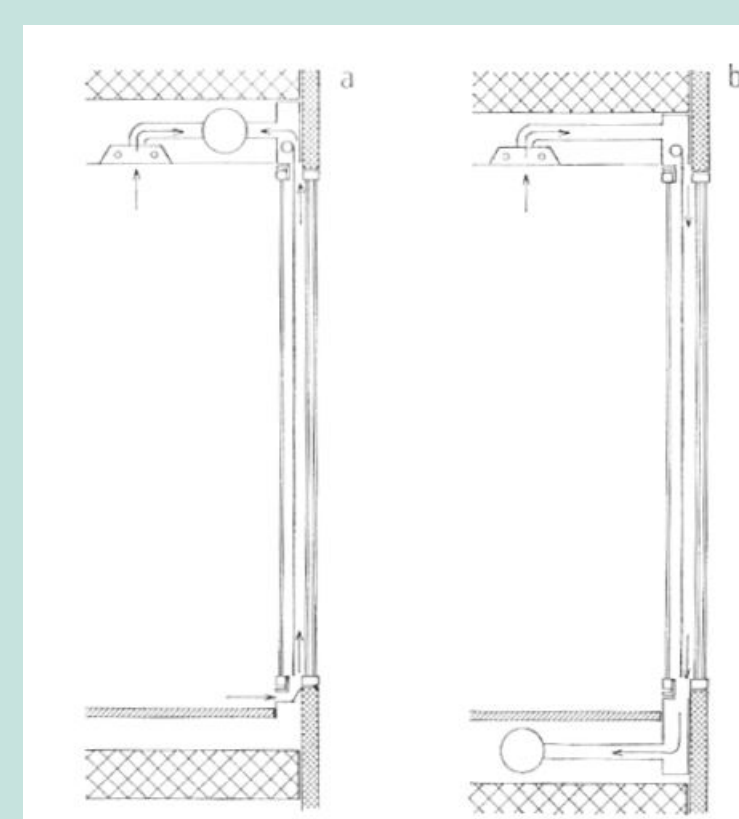

Abb. 11 - Schematische Darstellung von Abluffassaden aus [IGF]
- **von unten nach oben** (Abb. 11 a) oder
- **von oben nach unten** (Abb. 11 b)